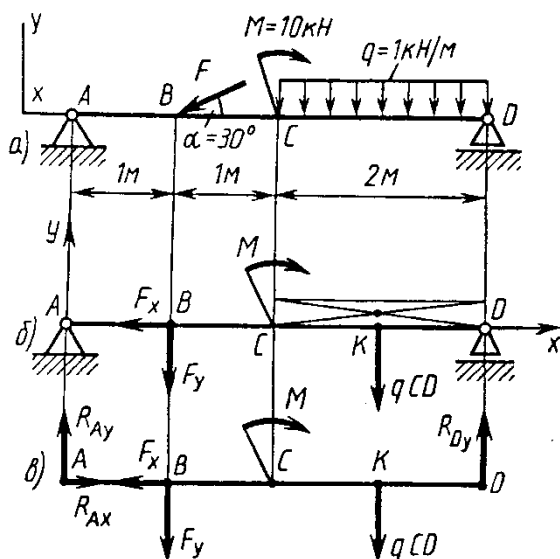

Рис.2
Пример 2. Определить реакцию опор балки (рис. 2, а).
Решение. 1. Изобразим балку с действующими на нее нагрузками (рис. 2, а).
3. Силу F заменяем ее составляющими $F_x = F \cos \alpha$ и $F_y = F \sin \alpha$. Равнодействующая $q \cdot CD$ равномерно распределенной нагрузки приложена в середине участка CD , в точке K (рис. 2, б).
4. Освобождаем балку от опор, заменив их опорными реакциями (рис. 2, в).